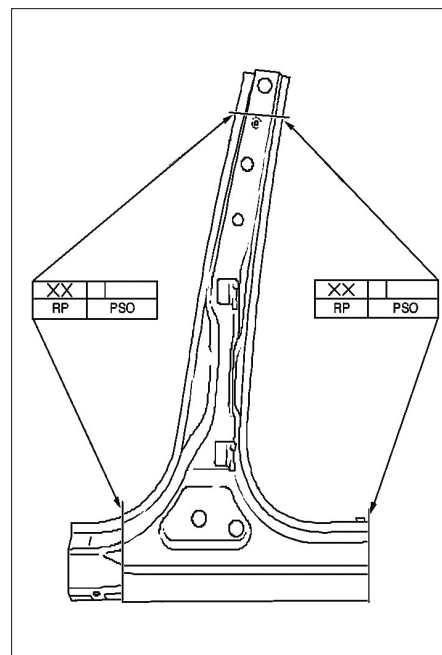

FIG. 57
- Préparer le montant B (fig. 57).